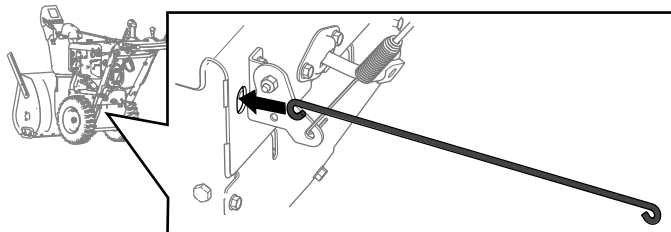

Figura 8
1. Introduzca la varilla de tracción nueva por la parte trasera de la máquina (Figura 8).